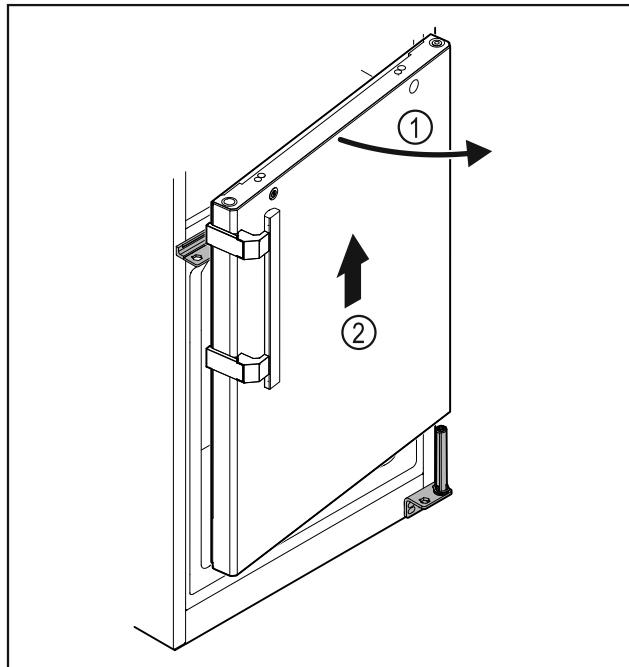

Fig. 34
- Zľahka otvorte dvere Fig. 34 (1), zdvihnite ich cca 200 mm rovno nahor a odoberte Fig. 34 (2).